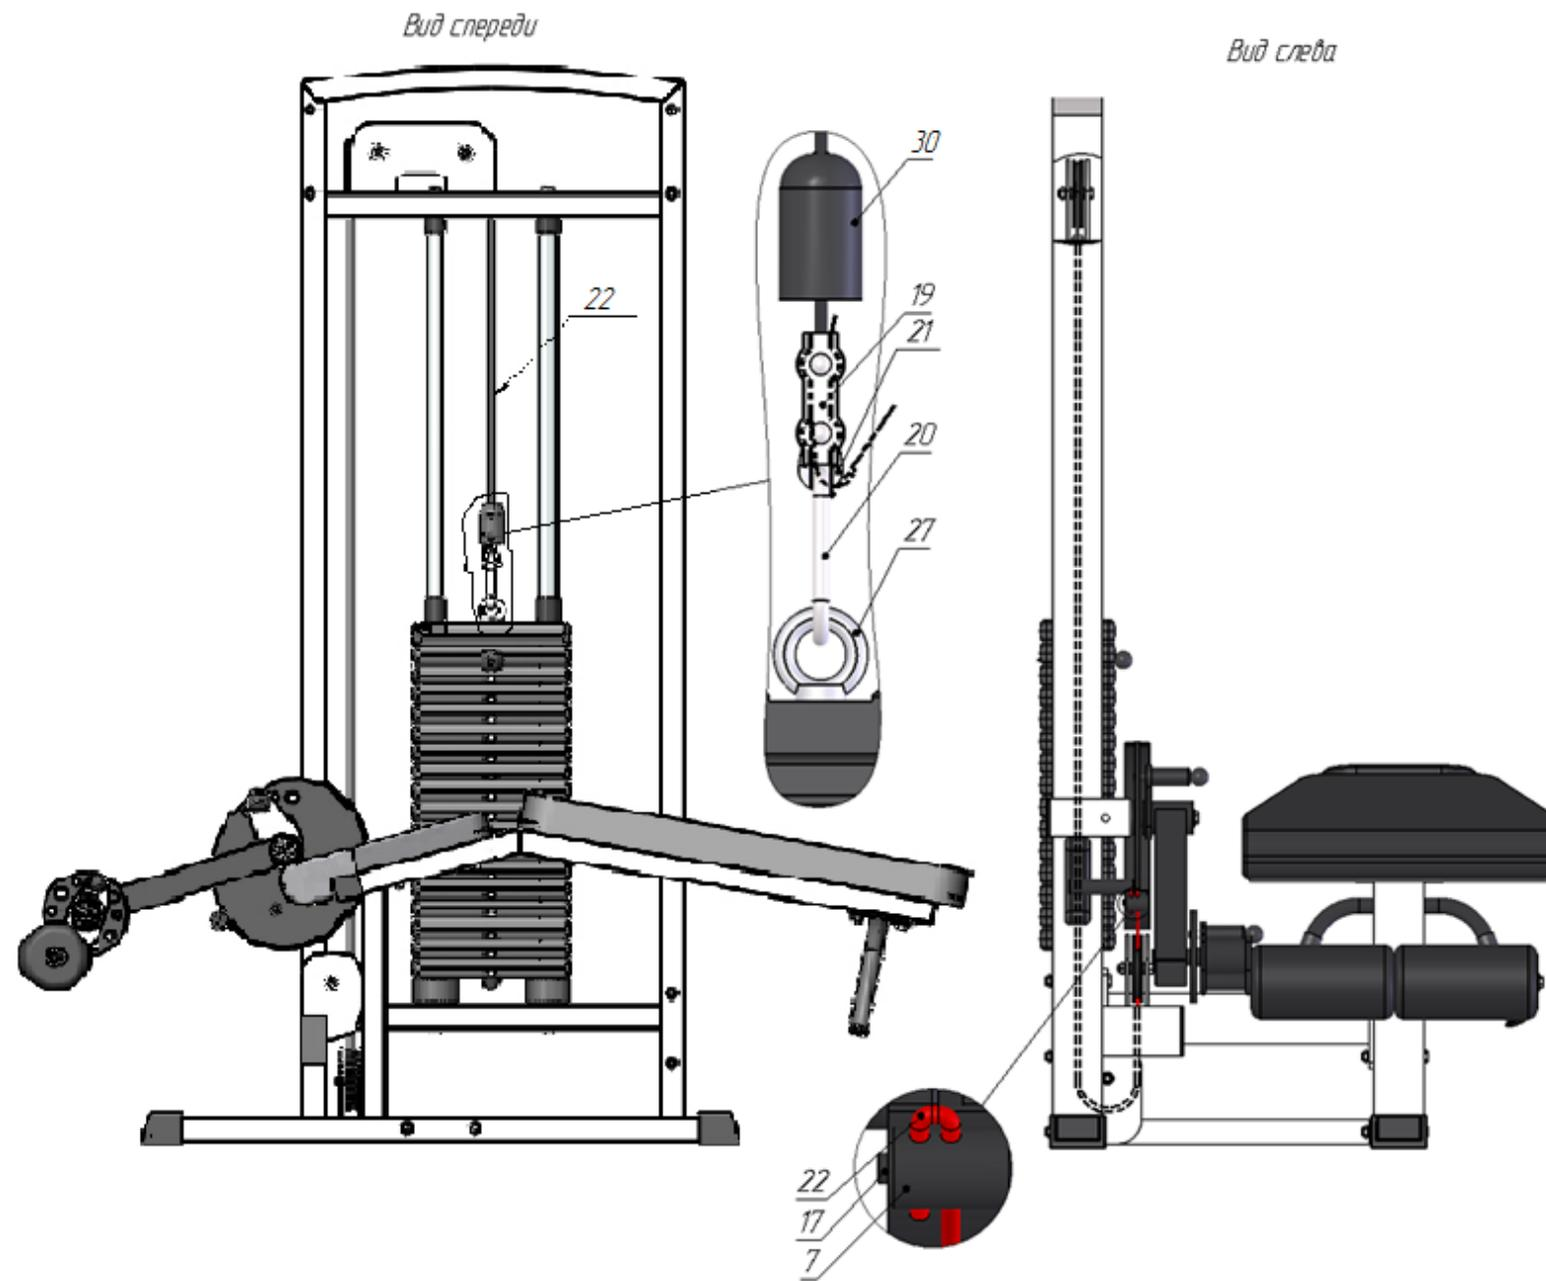

Рис.5
5. Возьмите один свободный конец троса (22), проденьте его через ограничитель (30); затем вложите трос в зажим Duplex (19), обогнув в нем болты с одной стороны; далее оберните трос вокруг коуша (21) и вернитесь в зажим (19), снова обогнув болты, но с другой стороны. Затяните как можно сильнее планку зажима. При помощи карабина (20) сцепите верхний груз (27) и зафиксированный конец троса. Затем пропустите трос (22) согласно схеме: сначала через верхний двойной блок, затем опустите до нижнего блока и обогните его; после вывода троса из нижнего блока, смените плоскость хода троса на перпендикулярную заданной изначально: уводя трос на средний блок; со среднего блока протяните трос к узлу подъема ног (7). На узле подъема ног (7) заведите трос в одно из отверстий законцовки, сделав петлю заведите трос во второе отверстие, зафиксируйте трос установочным винтом М10х12 (17) (рис.5).